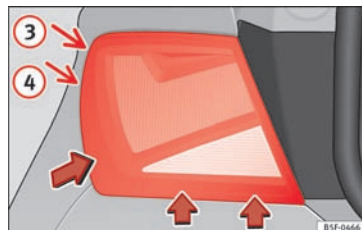

Fig. 116 Afmontering af baglygte i siden
- Flyt lygten frem og tilbage i pilenes retning, indtil den løsner sig fra holderen (position ③ og ④) » Fig. 116.